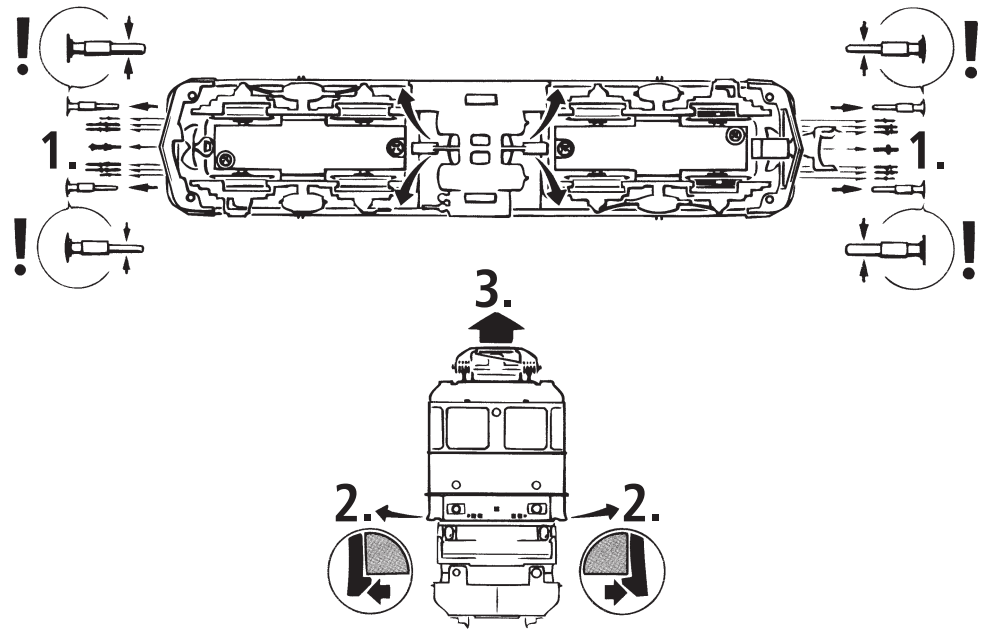

Fig. 4
**3. Haftreifenwechsel:** Zuerst die Drehgestellblende abnehmen (Fig. 4). Danach den **Radsatz** herausnehmen und die **Haftreifen** mit einer Nadel od. mit einem feinen Schraubendreher abziehen (Fig. 4). Beim Aufziehen der neuen Haftreifen darauf achten, dass diese sich nicht verdrehen.
**3. Change of traction tyre:** Remove the bogie blind. Take out **wheel set** and remove **traction tyre** using a pin or a fine screwdriver (fig. 4). When pressing on the new traction tyre please **avoid twisting it**.
Dé- montez d'abord **les flancs de bogies** des engrenages. Délogez ensuite les essieux bandagés et enlevez, à l'aide d'une aiguille ou d'un tourne-vis fin, les bandages d'adhérence (fig. 4). Lors du montage des nouveaux bandages veuillez veiller à ce que les bandages **ne soient pas tor-dues**.